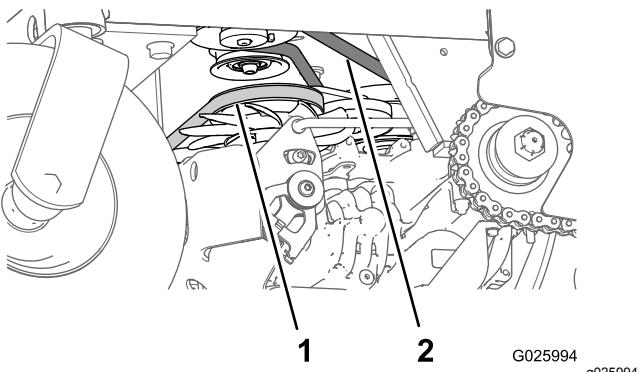

Figure 56
3. Contrôlez l'état et la tension de la courroie d' entraînement de la pompe auxiliaire (Figure 56).
4. Contrôlez l'état de la courroie d' entraînement de transmission (Figure 56).